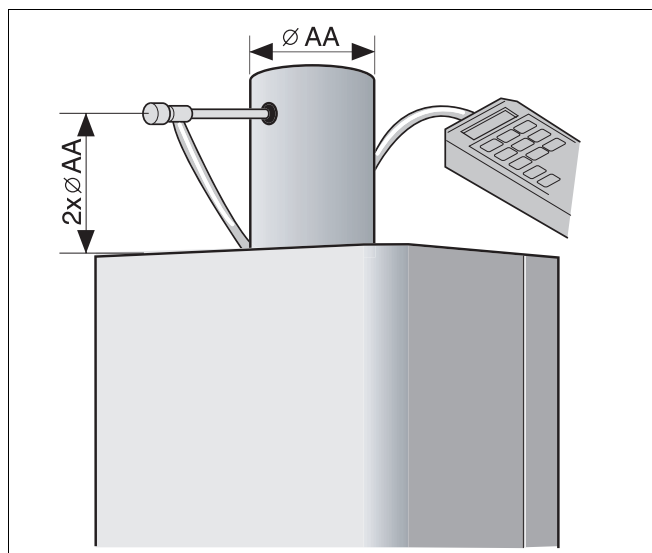

Рис. 19 Соединительный элемент системы сгорания воздуха и отвода газов
- Спереди после присоединения просверлите в газовой выводящей трубе отверстие прилб. $2 \times \varnothing AA$ (рис. 19).